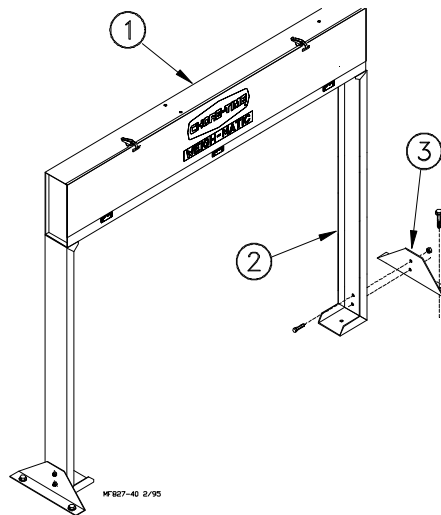

Figura 50. Fijar los soportes de las patas a las patas de la balanza
3. Fijar las patas y los soportes de las patas a la caja del astil. Fijar la caja del astil en su lugar en la fundación del silo. Ver la Figura 50.